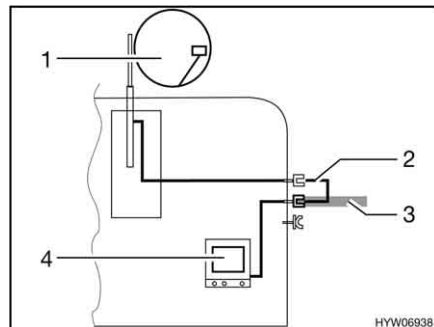

Bild 156 TV im Fahrzeug
- TV im Fahrzeug (Bild 156,4): Anschluss an Dachantenne (Bild 156,1) mit Verbindungskabel (Bild 156,2)
- TV im Fahrzeug (Bild 156,4): Anschluss an externe Antenne (Bild 156,3)